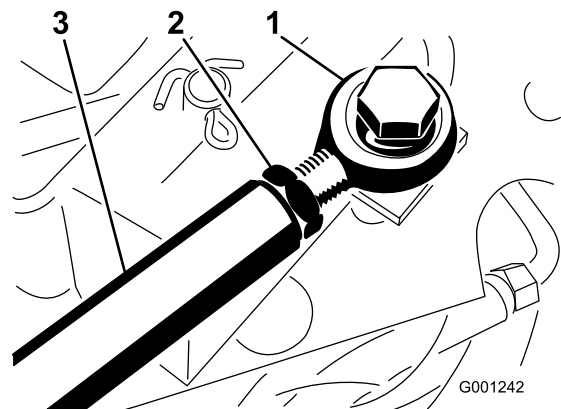

Bild 68
3. Wenn eine weitere Einstellung erforderlich ist, stellen Sie die Fahrtriebsstange (Bild 68) wie folgt ein: